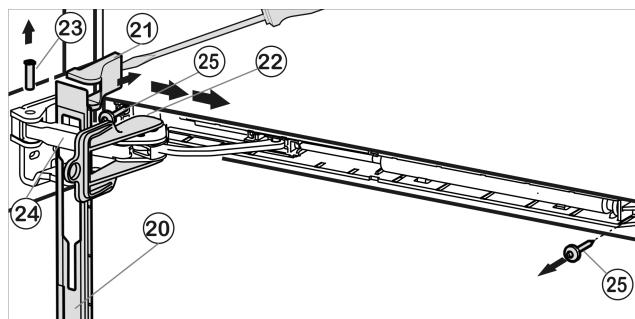

Fig. 11
- Desplace hacia delante el panel a través del estribo del amortiguador Fig. 11 (24) en dirección del aparato.
- Encaje el seguro Fig. 11 (22) en el agujero oblongo.
- Levante la cubierta Fig. 11 (21) con el destornillador desde la parte exterior y extrágala hacia fuera.
- Extraiga el perno Fig. 11 (23) presionando desde abajo.
- Presione el estribo del amortiguador Fig. 11 (24) en dirección de la puerta.
- Retire el panel Fig. 11 (20).
- Desatornille toda la unidad de amortiguador de cierre (2 Torx® 15) Fig. 11 (25).